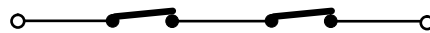

Fig. 12
N.B. Si deux dispositifs ou plus ont la même fonction (ouverture ou fermeture), ils faut les connecter en série entre eux (voir fig. 12). Il est nécessaire d'utiliser des contacts N.F.
Pour installer plusieurs dispositifs de STOP, connecter les contacts N.F. en série (voir fig.12).